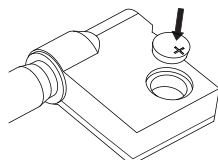

Fig.2
- Carregue uma bateria CR2032 com o lado positivo da bateria voltado para fora (Fig.2)